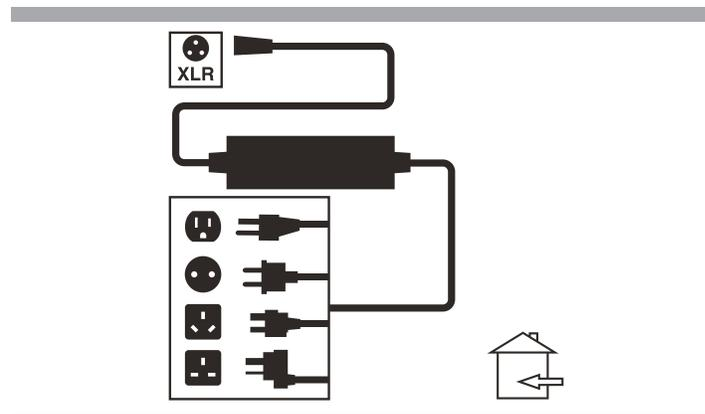

Figura 8. Caricamento della batteria
3. Collegare il caricatore esterno con la presa per caricabatterie esterno/programmazione sulla centralina. **Vedere figura 8.**